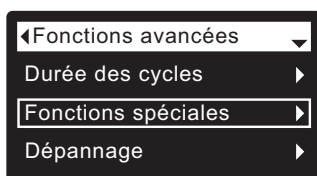

FIG. 84
3. Appuyez sur le sélecteur (O) pour afficher le menu des fonctions avancées (cf. Figure 84).